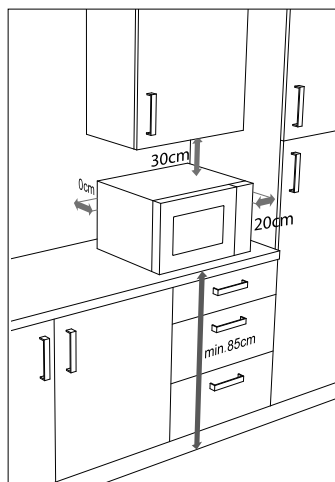

Fig. 3 : Distance entre les appareils
- ▶ Pour assurer une ventilation suffisante, les distances indiquées dans la figure 3 doivent être respectées. L'espaceur au dos de l'appareil doit toucher le mur. Il garantit la bonne distance lors de l'installation du four à micro-ondes.